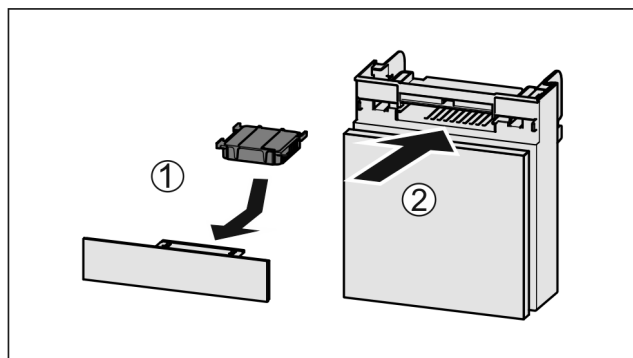

Fig. 124
- Поставете Fig. 124 (1) филтър с активен въглен, както е показано на фигурата.
- Вкарайте Fig. 124 (2) отделениято.